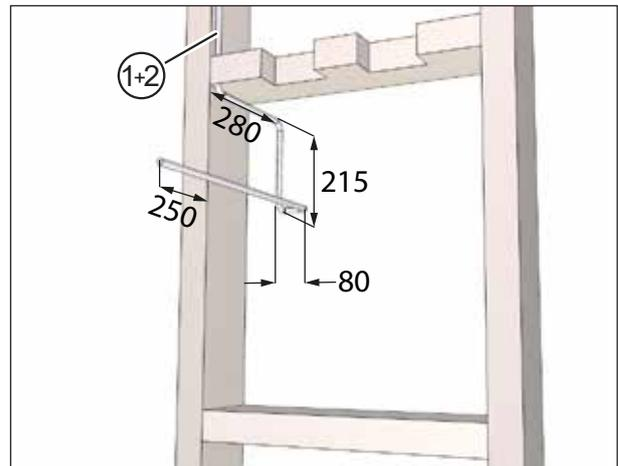

Abb. 47: Anschlusskabel verlegen, Maße in Millimeter
- ▶ Verlegen Sie das Netzkabel (Pos. 1 in Abb. 47) und ggf. das Steuerkabel (Pos. 2 in Abb. 47) mit einem Kabelüberstand von ca. 250 mm.